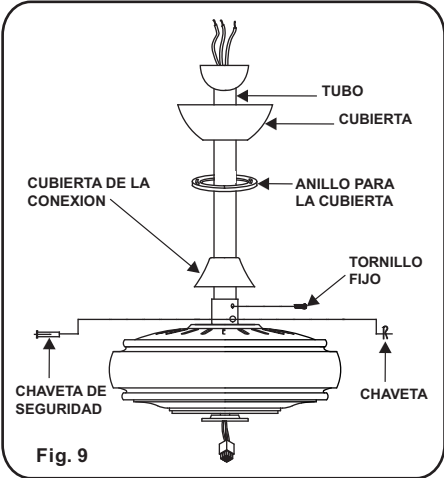

Fig. 9
Paso 5. Resbalón la cubierta del collarin sobre el tubo de montaje seguida por la cubierta y la esfera de soporte. Instale el pemo y apriete el tornillo fijo de la esfera de soporte. (Fig. 9)